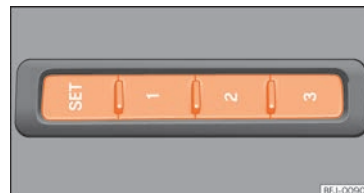

Abb. 110 Außen am Fahrersitz: Speichertasten.
»» **Abb. 110.**
- Taste **SET** gedrückt halten »» **Abb. 110.**